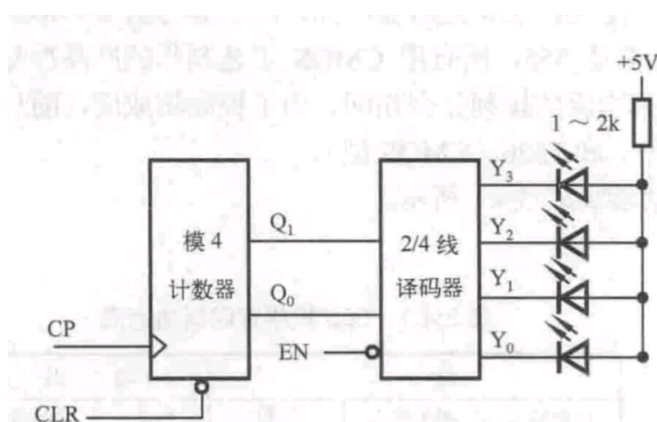

图 5.3.6 流水灯电路框图
用触发器和逻辑门设计一个流水灯电路。电路框图如图5.3.6所示，其中 CLR 为异步清零端， $CLR = 0$ 时，计数器清零， $CLR = 1$ 时，计数器正常计数。译码器的真值表如表5.3.2所示。设计要求为：
3. 根据图5.3.6，将计数器模块和译码器模块连接起来， CP 接1Hz正弦波，对设计结果进行实验测试；